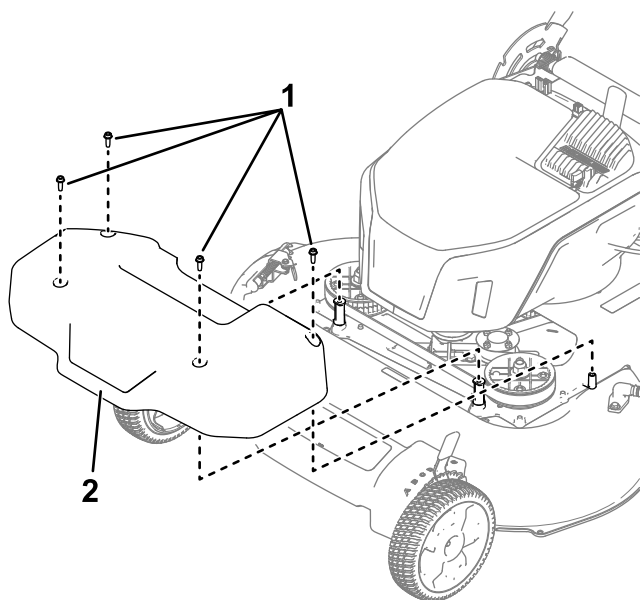

Figura 24
1. Rimuovete il coperchio del sistema di avanzamento lama (Figura 24).